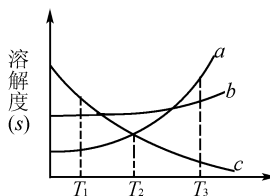

图2
5. 二类: 是指溶液的分类, 分为(1)浓溶液和稀溶液; (2)饱和与不饱和两种溶液。不得不说, 这两类溶液之间并不存在必然的联系, 即: 对于不同类的物质溶液, 其浓溶液并非就是饱和溶液, 稀溶液也并非就是不饱和溶液, 反之亦然成立。但对同类的物质溶液来说, 饱和溶液会比不饱和溶液的浓度大。
6. 二线: 固体、气体物质溶解度曲线。溶解度曲线的有效应用(固体溶解度, 以图2为例):
(1) 判定同一个物质在不同的温度环境下溶解度情况。(如图2, c物质在处于 T₁ 时, 其溶解度超过 T₃ 时); (2) 对比相同的温度下, 不同物质的溶解度情况。其中, 曲线交点代表在这一温度条件下, 两种物质溶解度处于相同的水平。(如图2中, T₁ 温度下 s(c) > s(b) > s(a), T₂ 时 s(a) = s(c)); (3) 判断不同物质溶解度受温度影响变化趋势, 大多数物质随 T 升高而 s 增大(如图2中 a), 少数物质溶解度随温度变化不大, 如 NaCl(图中 b), 极少数物质溶解度随 T 升高而 s 减小, 如消石灰(图2中 c 物质)。(4) 判定混合物进行分离、提纯操作的方法。如图2所示, 对 a、b 这两种物质进行分离时, 可通过冷却热饱和溶液法完▶